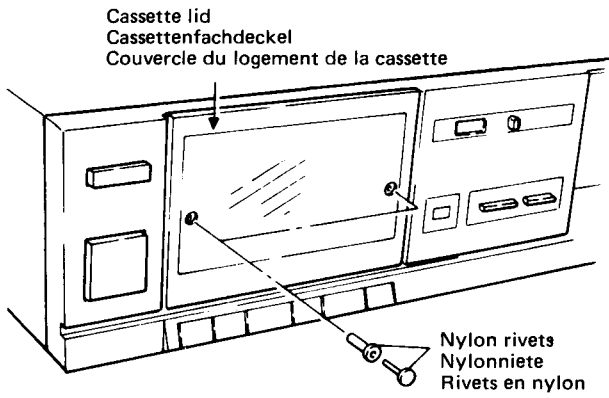

Fig. 1 Abb. 1
1. **Cassette Lid (Fig. 1)**
1. **Cassettenfachdeckel (Abb. 1)**
1. **Couvercle du logement de la cassette (Fig. 1)**